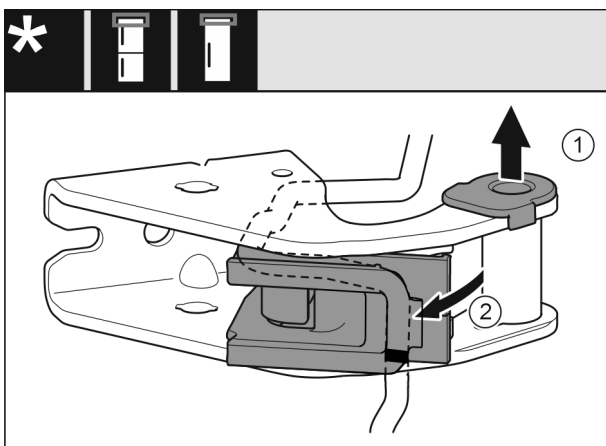

Fig. 26
- ▶ Træk lejebøsningen ud af føringen. Fig. 26 (1)
- ▶ Sving kabelholderen ud. Fig. 26 (2)